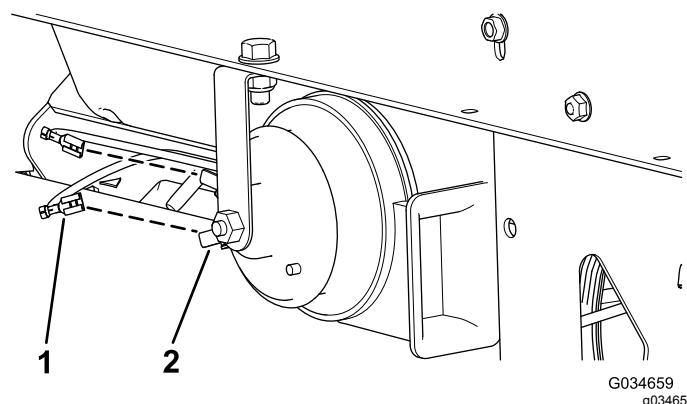

Figura 2
3. Collegate i 2 connettori femmina dal cablaggio preassemblato principale nei 2 connettori maschio sull'avvisatore acustico da 12 V (Figura 2).